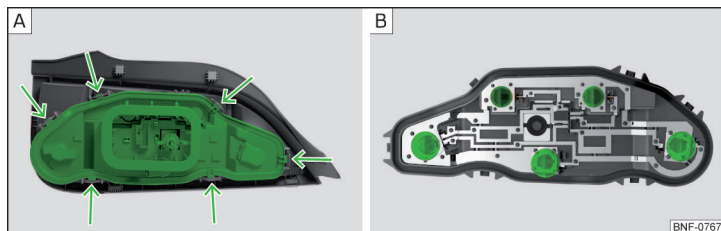

Fig. 180 Inderste dele af lygten
- Tryk på låsetapperne på pæreholderen » Fig. 180 - **A**, og tag holderen ud af lygten.
- Drej den pågældende pære helt **mod** uret, og tag den ud af holderen » Fig. 180 - **B**.